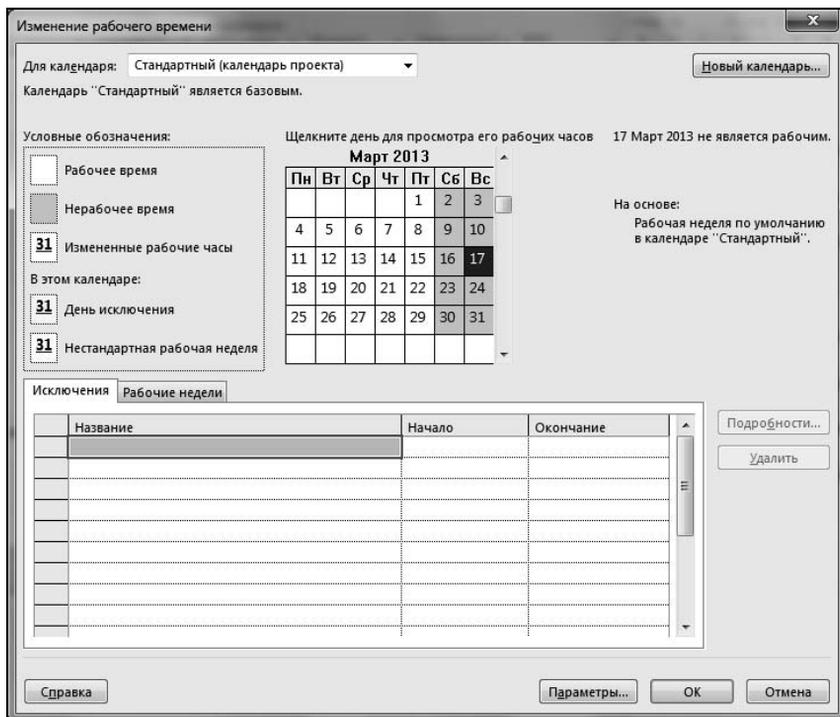
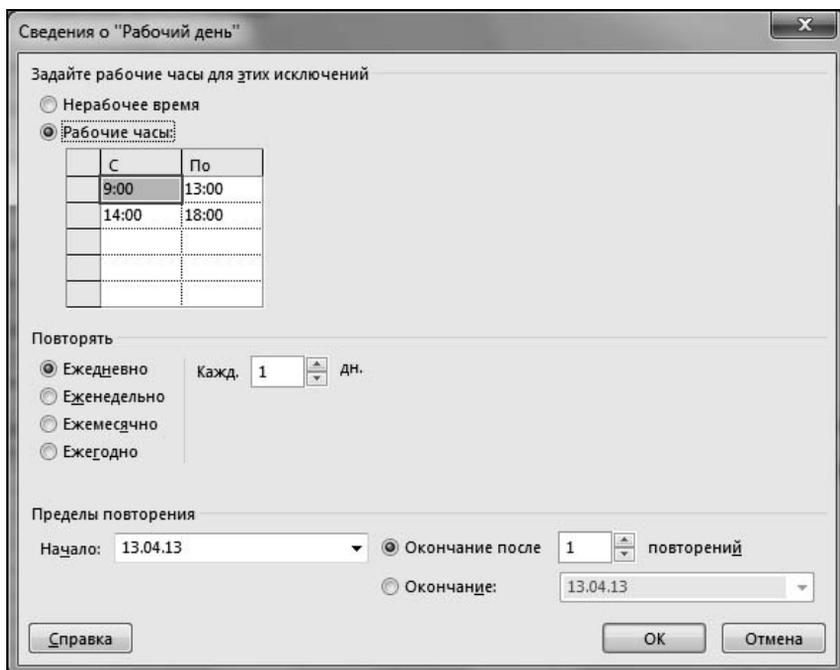

Рис. 8.13. Окно управления рабочим временем проекта
Рис. 8.14. Окно дополнительных сведений о рабочем дне
3. Для этого можно выбрать вкладку ленты меню **Проект** и в области **Свойства** нажать кнопку **Изменить рабочее время**. При этом откроется окно, показанное на рис. 8.13.
4. В показанном на рис. 8.13 окне следует щелчком левой кнопки мыши выделить дату 13 апреля 2013 года, затем на вкладке **Исключения** щелкнуть по пустой строке и ввести в нее наименование исключения (*Рабочий день*). Затем можно с помощью кнопки **Подробности** уточнить рабочие часы для этого дня с помощью показанного на рис. 8.14 окна, в котором достаточно выбрать флажок **Рабочие часы**. Последовательно закрыть показанные на рис. 8.14 и 8.13 окна нажатием кнопки **ОК**.